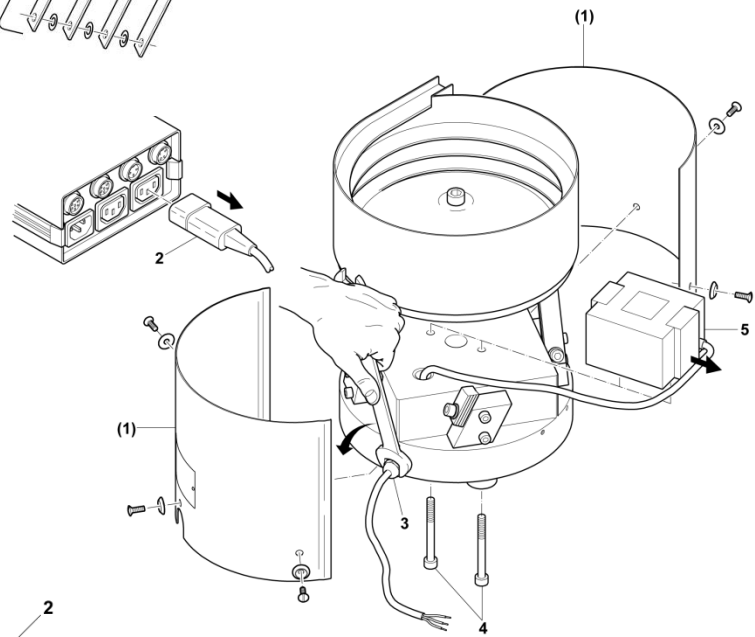

Figure 17
2. Retirer la fiche Euro (2) de la commande et la démonter (reg Figure 17).
3. Retirer la fixation du câble (3) et le débrancher (reg Figure 17).